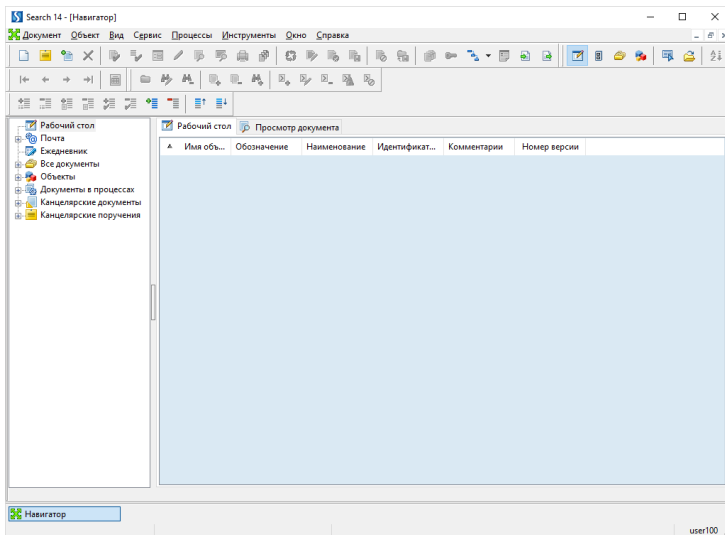

Рисунок 1.3 – Робоче вікно програми **Search**
Розгорніть робоче вікно програми **Search** і **Навигатора** на весь екран (рис. 1.3).
4. Перейдіть на робоче вікно програми **Search** (рис. 1.3). В лівому вікні **Навігатора** установіть курсор на **Робочий стол**. Переконайтесь, що в правому вікні **Навігатора** немає ніяких елементів.